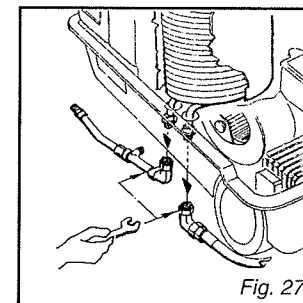

Fig. 27
3) Svitare i raccordi di entrata e di uscita acqua dalla serpentina posti sotto la macchina (fig.27).
3) Unscrew the water inlet and outlet fittings from the coil placed under the cleaner (fig.27).
3) Dévisser les raccords d'entrée et de sortie d'eau du serpentin, placés sous la machine (fig.27).
3) Die Wassereingangs- und ausgangsstutzen von der Heizschlange unter der Maschine abschrauben (Abb. 27).
3) Desenroscar los racores de entrada y salida agua del serpentín situados debajo de la máquina (fig.27).